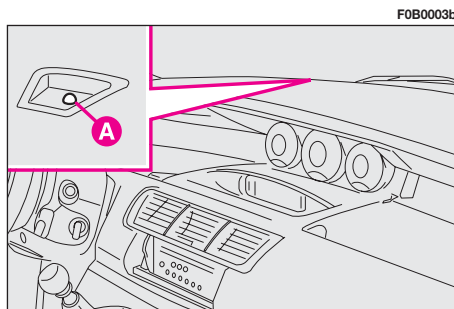
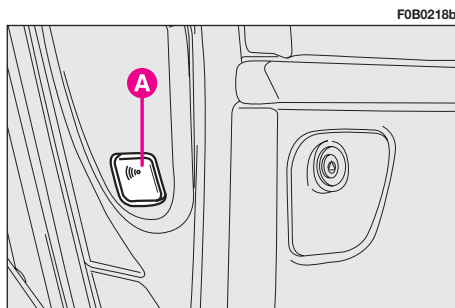

fig. 9
fig. 10
Le branchement est signalé par le clignotement des feux de direction et puis par le clignotement de la diode rouge **A**-fig. 9 située sur la planche de bord.
Si entre-temps l'anti-vol s'est déclenché, la led **A**-fig. 9 clignote rapidement.
Avant de brancher l'alarme antivol, appuyer sur le bouton **A-fig. 10** qui peut être atteint si la porte est ouverte, en maintenant la pression jusqu'à ce que la diode rouge **A-fig. 9**, située sur la planche de bord, s'allume sans clignoter.
Une deuxième pression du bouton **A-fig. 10**, permet de revenir à la protection externe et interne normale.
- dans les 10 secondes à compter de l'activation de la sirène, mettre la clé de contact sur **M** puis presser le bouton **A-fig. 10**, la sirène est ainsi désactivée.